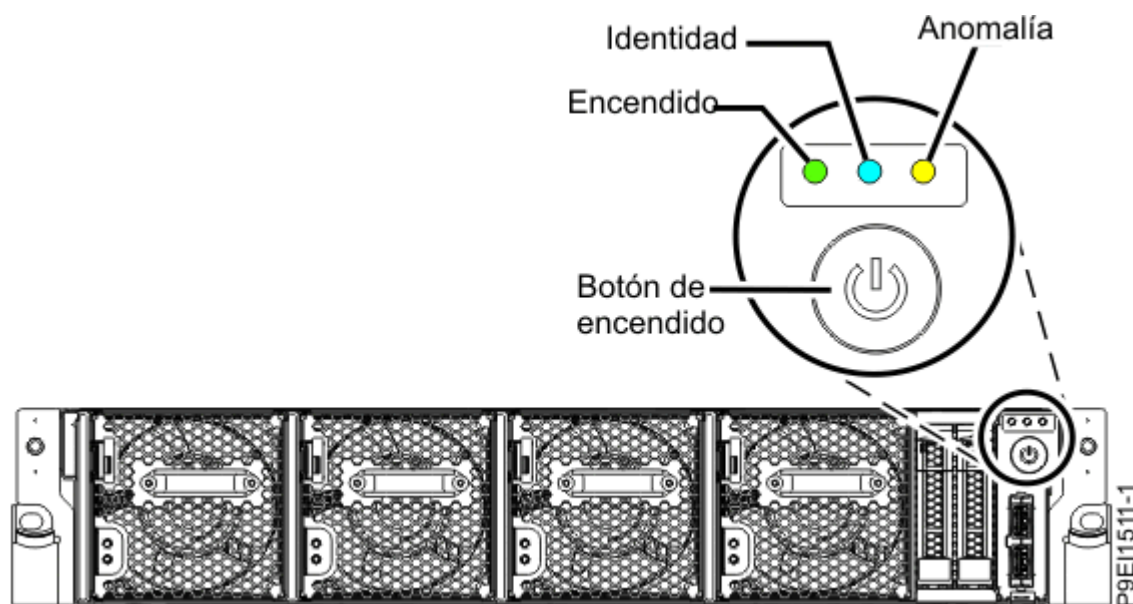

Figura 195. Botón de encendido
- El LED de encendido parpadea, tal como se muestra en la Figura 195 en la página 224. Una luz intermitente indica alimentación en espera para la unidad.
3. Presione el botón de encendido que se muestra en la Figura 195 en la página 224.